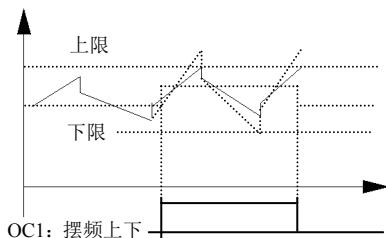

图 6-33 摆频幅度限制
- 7: 变频器欠压封锁停机中 (LU)。**变频器运行过程中, 当直流母线电压低于限定水平时, LED 显示 “P. OFF”, 输出指示信号。
- 16: 摆频上下限限制。**选择摆频功能后若以中心频率计算所得摆频的频率波动范围超过上限频率 F0. 10 或低于下限频率 F0. 11 时, 将输出指示信号, 如图 6-33 所示。